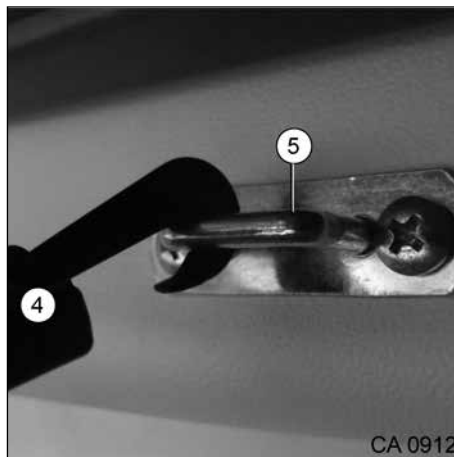

Fig. 24 Krok och fästögla
3. Lyft sänghalvorna (Fig. 22 och Fig. 23, pos. 3) och fäll upp dem åt höger respektive vänster. Fäst dem med de krokförsedda banden (Fig. 24, pos. 4) i fästöglorna under ovenskåpet (Fig. 24, pos. 5).